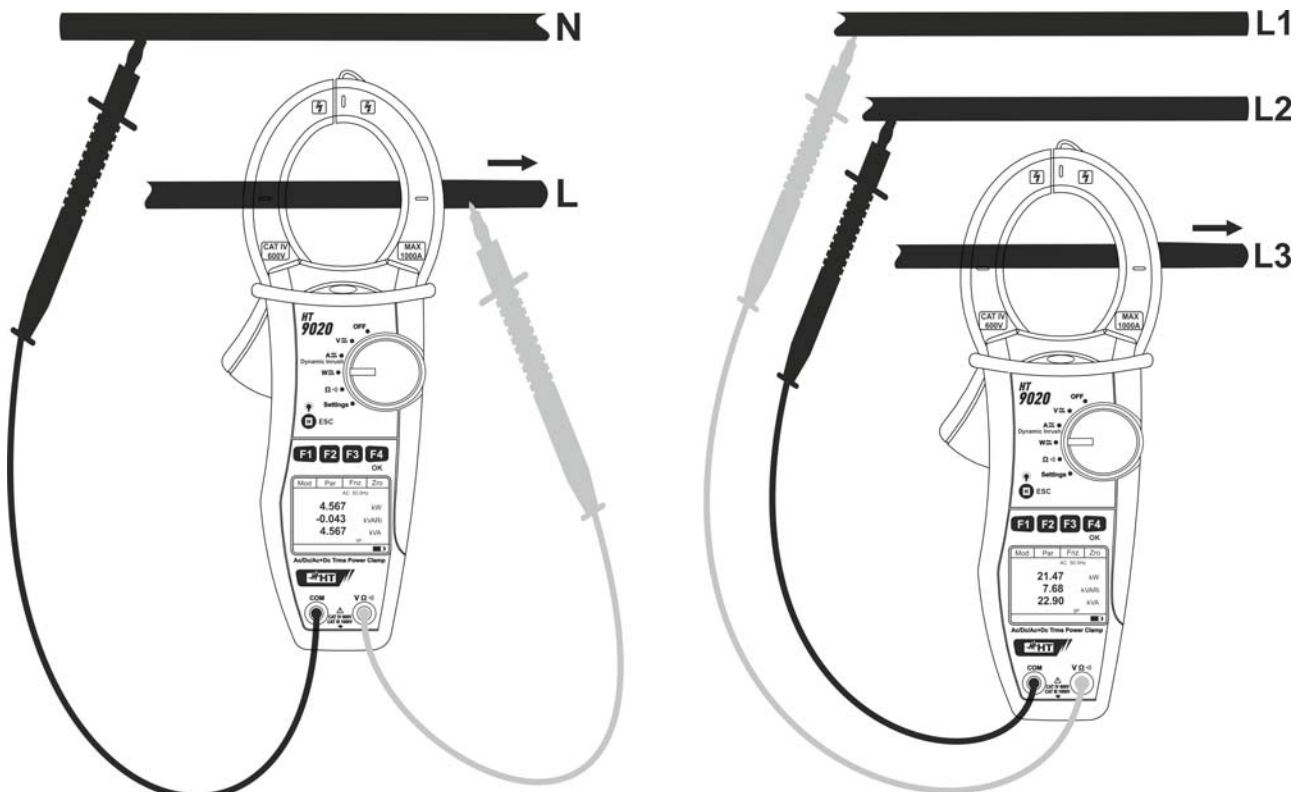

Fig. 12: Misura di potenze AC/AC+DC in sistemi Monofase e Trifase equilibrato
5. Inserire il cavo rosso nel terminale di ingresso **VΩ¹)** e il cavo nero nel terminale di ingresso **COM** ed eseguire i collegamenti dello strumento come indicato in Fig. 12 in funzione del tipo di misura. Inserire il cavo all'interno del toroide rispettando la direzione della corrente indicata dalla freccia al centro dello stesso al fine di ottenere misure accurate. Utilizzare le tacche presenti come riferimento (vedere Fig. 2)